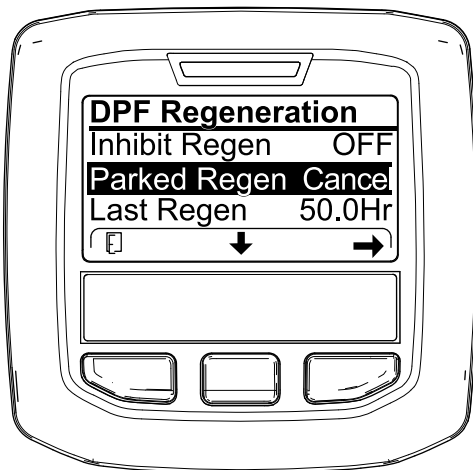
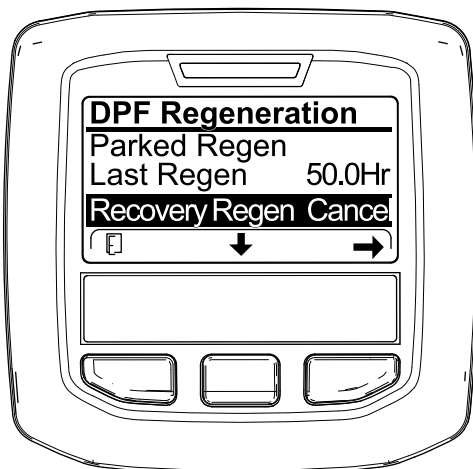

Figura 58
Figura 59
1. Vaya al menú de Regeneración del DPF (Figura 58).
2. Pulse el botón central para desplazarse hacia abajo a CANCELAR REGENERACIÓN ESTACIONARIA (Figura 58) o CANCELAR REGENERACIÓN DE RECUPERACIÓN (Figura 59).
3. Pulse el botón derecho para seleccionar la opción Cancelar (Figura 58 o Figura 59).